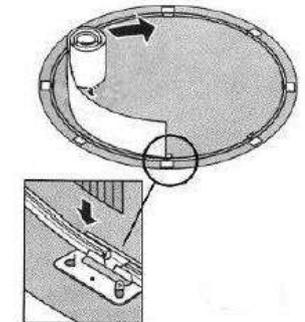

fig. 16
b) Empezar a desenrollar la pared colocándola en la guía inferior curvada azul (PCA) fig. 16. El principio de la pared debe de colocarse sobre la placa base T1, lo más centrada posible de esta forma cuando cerramos el círculo y pongamos los tornillos, estos quedarán ocultos por la columna.